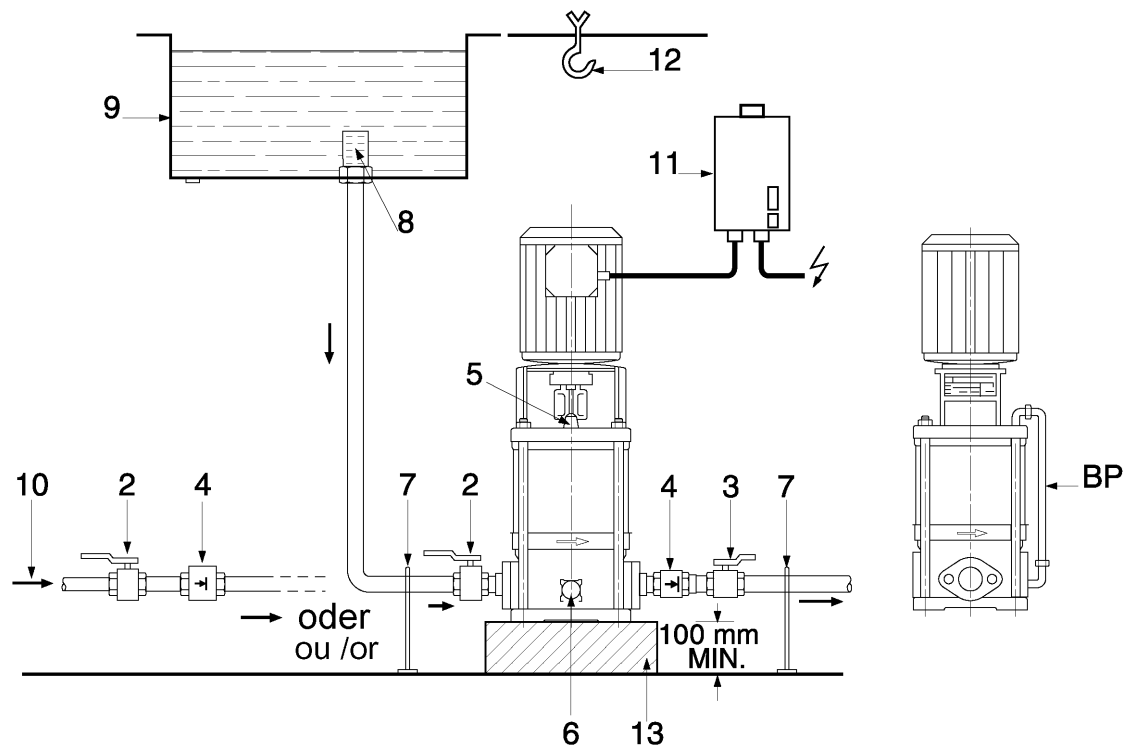

Fig. 2
- Placeres pumpen skævt, vil lejet hurtigere slides. Pumpen må kun anvendes i lodret stilling. Installer pumpen, så den er let tilgængelig, og det er let at foretage kontrol og at skille den ad. Montér altid pumpen helt lodret på en tilstrækkelig tung betonsokkel (Fig. 2, 13). Anbring vibrationsdæmpere mellem soklen og gulvet.
- Montér en krog på tunge pumper (Fig 2, 12) eller en øjering med tilstrækkelig bæreevne lodret over pumpen (se kataloget eller datapladeren angående pumpens totalvægt) sådan, at du ved vedligeholdelsesarbejde eller reparation kan løfte pumpen med en kran eller andre hejseredskaber.